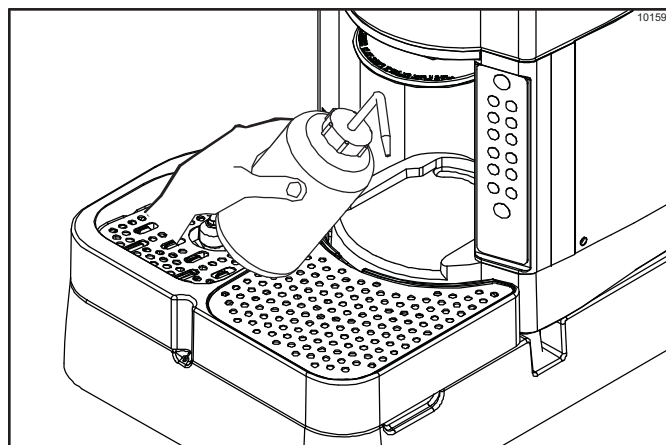

Figura 6-16
23. Enjuague a fondo la zona de dispensación con 118 ml (4 oz.) de solución de limpieza/desinfección. (Véase la figura 6-16).